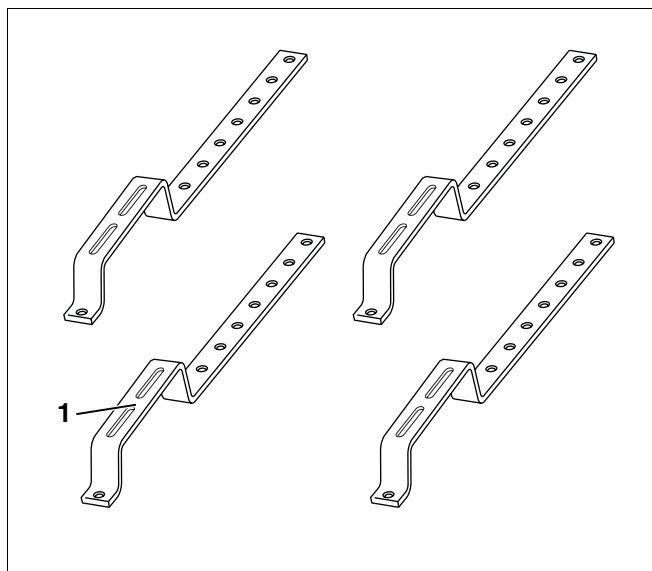

Fig. 7 Conjunto de montagem - Ganchos especiais de fixação para telhado – Acessório
**4.2.6 Conjunto de montagem - Ganchos especiais de fixação para telhado (para telhado de ripas, de ardósia e de telhas planas; acessório; por colector) – Fig. 7**